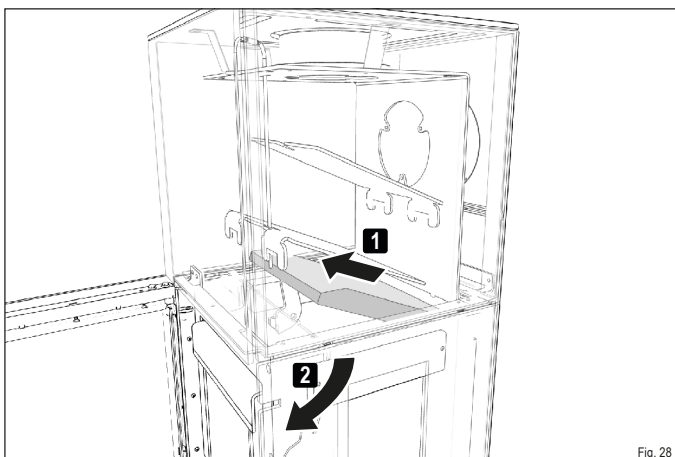

Fig. 28
- ▶ Retirez avec précaution la pierre thermique supérieure du foyer (Fig. 28).